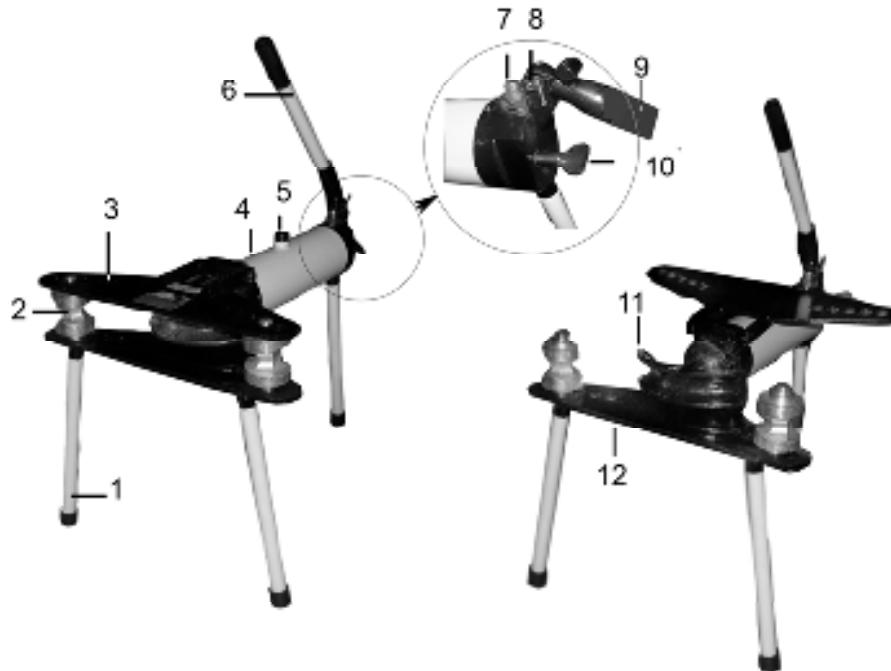

Рис.2
- 4.4. Не допускайте попадание рук в рабочую область между роликом и оправкой (Рис.2).
- 4.7. В рабочей зоне трубогиба - между роликом и оправкой (Рис.2) не должны находиться мусор, стружка и другие посторонние предметы. Не допускайте накапливания пыли, грязи и посторонних предметов на деталях трубогиба, а также на поверхности и внутри изгибающей трубы.
5.1. Трубогиб состоит из следующих сборочных единиц и деталей (Рис.2):
### 7. СБОРКА (Рис.2)
### 9. РАБОТА (Рис.2)